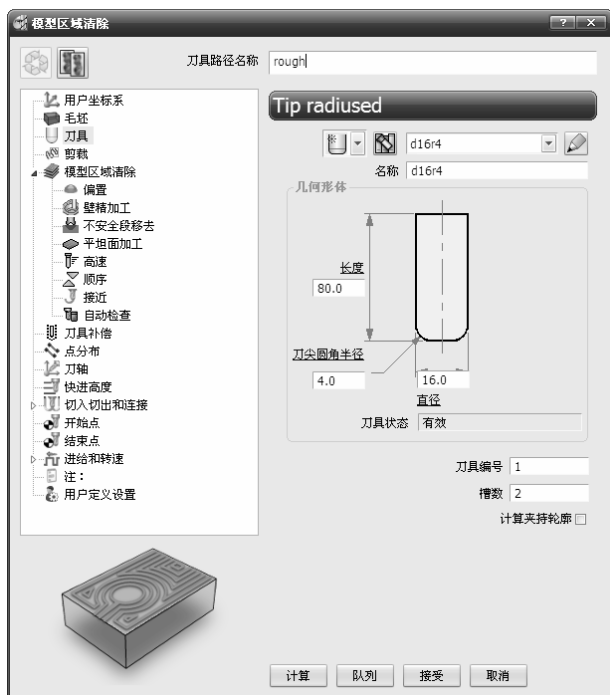

图 3-12 “模型区域清除”对话框
2) 在弹出的“模型区域清除”对话框中设置相关参数，如图 3-12 所示。